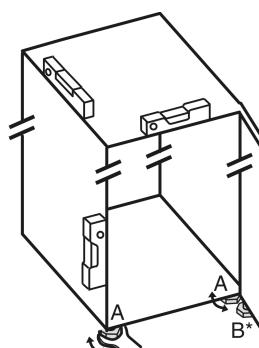

Fig. 5
- Odvrnute podesive nožice Fig. 5 (A) priloženim viličastim ključem i libelom prema van dok uređaj ne stoji čvrsto i ravno.
► Odvijte podesivu nožicu Fig. 5 (B) na podlošku ležaja priloženim viličastim ključem dok se ne podupre o pod.
► Nastavite okretati podesivu nožicu Fig. 5 (B) za 90°.